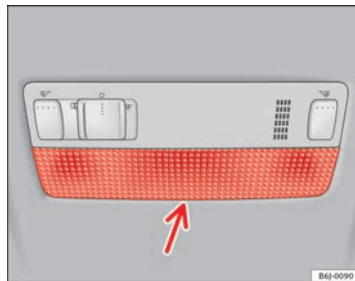

Abb. 155 Leseleuchte vorne
- Das flache Ende eines dünnen Schraubendrehers zwischen Gehäuse und Glas einführen ⇒ Abb. 155.